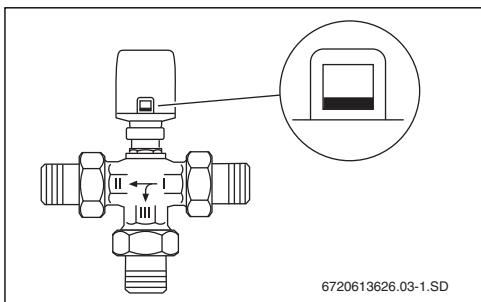

Fig. 8 Indicação de curso no estado sem corrente
- A indicação de curso está apenas visível no rebordo inferior (→ fig. 8).